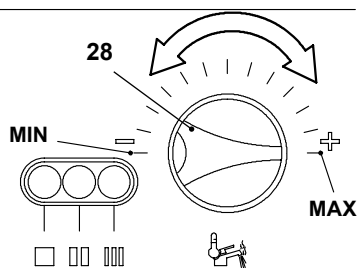

Figura 9.16
- La potenza termica del riscaldamento può essere variata ruotando la manopola regolazione sanitario 28 in Figura 9.16